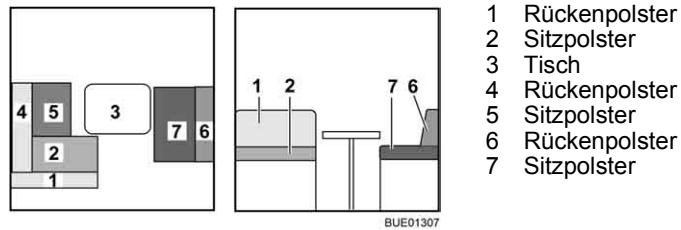

Bild 148 Vor dem Umbau
- Tisch (Bild 148,3) zum Bettunterbau umbauen (siehe Abschnitt 6.10).
- Das Rückenpolster (Bild 148,1) abnehmen und beiseite legen.